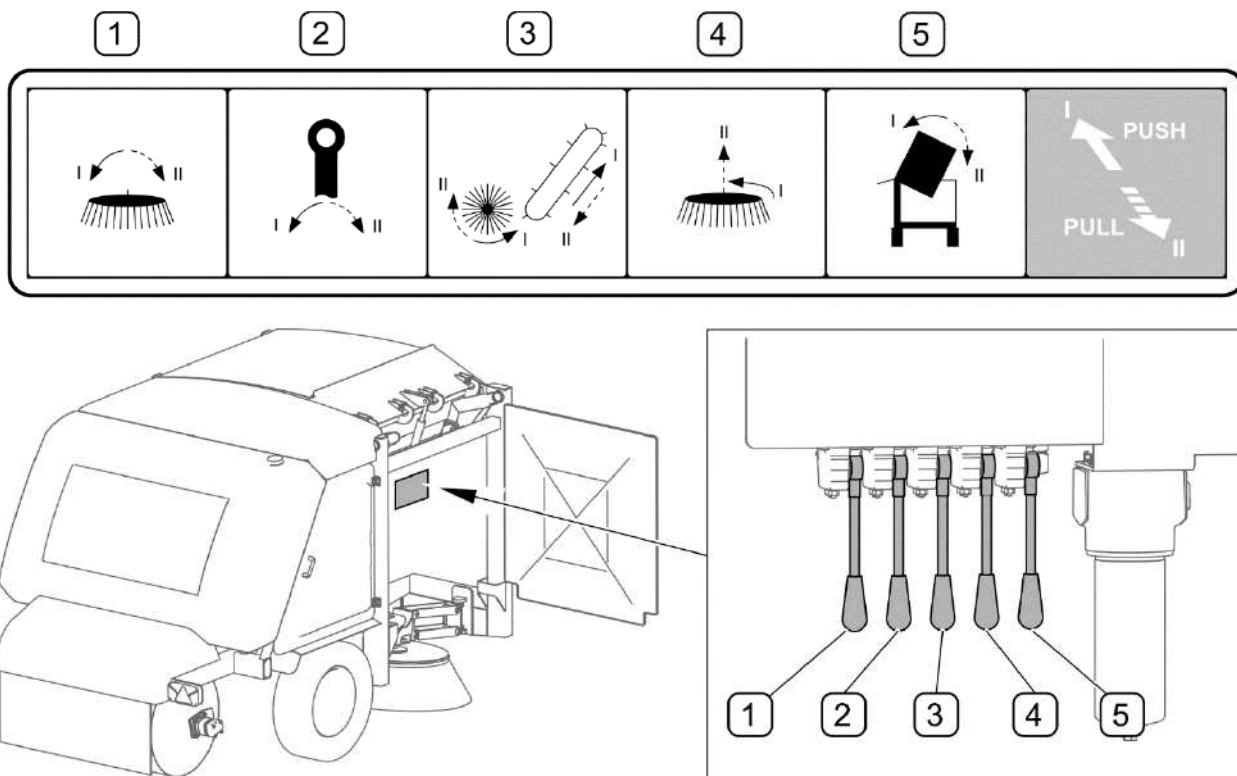

РИСУНОК 5.17 Рычаги электрогидравлического распределителя
Электрогидравлический распределитель (РИСУНОК 5.17) позволяет вручную включать отдельные функции подметально-уборочной машины без использования пульта управления. Управление рычагами распределителя может осуществляться только во время стоянки машины с соблюдением особых мер предосторожности. Ручное управление применяется в случае аварии пульта управления или во время сервисной проверки работы отдельных функций машины. Каждый рычаг распределителя имеет две функции (I и II) и нейтральное положение (центральное). Для того, чтобы включить функцию "I", необходимо передвинуть соответствующий рычаг вперед - "от себя", а функция "II" включается потягиванием рычага "к себе". Доступ до рычага электрогидравлического распределителя возможен после открытия переднего правого кожуха.
ОБОЗНАЧЕНИЕ РЫЧАГА (РИСУНОК 5.17)	ОПИСАНИЕ ФУНКЦИЙ РЫЧАГОВ РАСПРЕДЕЛИТЕЛЯ
При манипулировании рычагами электрогидравлического распределителя (РИСУНОК 5.17) необходимо соблюдать осторожность. Разрешается манипулировать рычагом (5) только при пустом бункере для мусора.